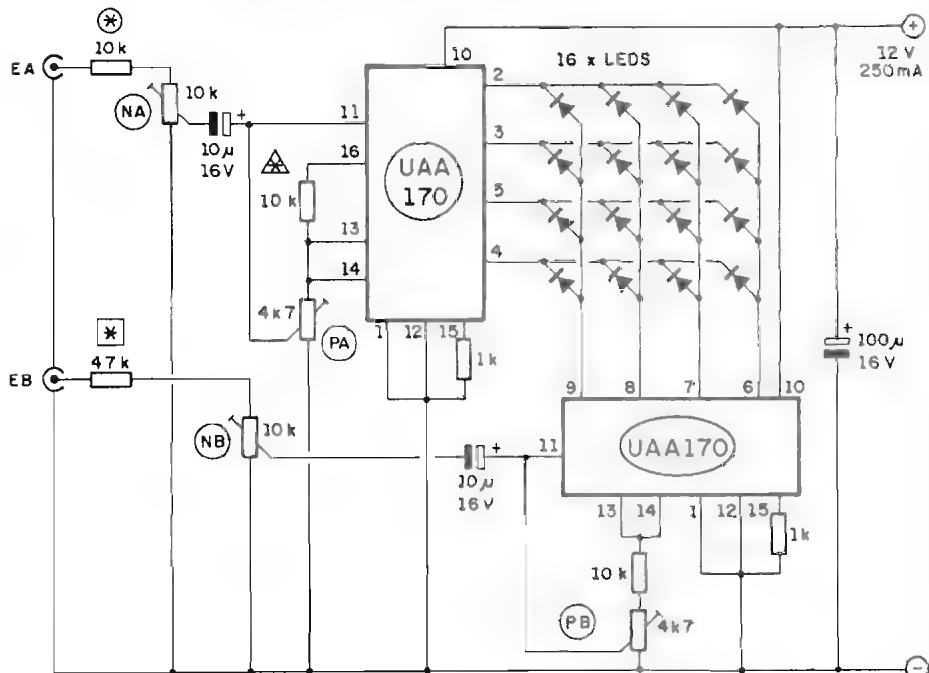

Fig.1
**- FIG. 1 - O CIRCUITO** - Os dois UAA170 controlam, através das suas saídas matriciadas, os "eixos" "X" (horizontal) e "Y" (vertical) aos quais estão eletricamente ligados os 16 LEDs, dispostos em quadrado (4 LEDs de lado). Para um rápido "entendimento" de como o **display** é comandado, tomemos como exemplo um LED específico, aquele no canto interior esquerdo do "quadrado" de 16 pontos... O dito LED **apenas acenderá** quando a Saída correspondente ao pino 9 do UAA170 de baixo (canal B) encontrar-se eletricamente "alta" e, no mesmo instante, **encontre-se "baixa"** a Saída correspondente ao pino 4 do Integrado do alto (canal A). Qualquer outra "combinação de estados" ou níveis nas ditas duas Saídas, **não**